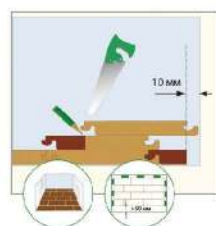

Рисунок 14
15. Обратите внимание, каким образом происходит монтаж последних панелей. Данная схема значительно упростит Вам разметку ламинированной доски (см. рис. 14).